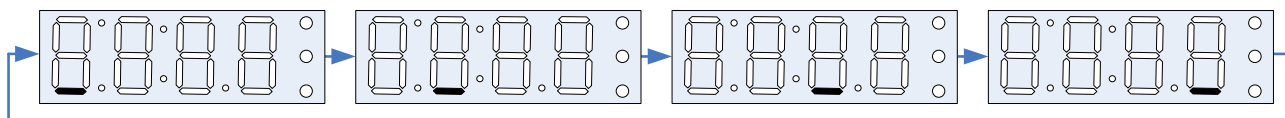

Рис. 16
2.3.6 В режиме «Ожидания СОД» нижние сегменты всех разрядов индикатора поочередно периодически засвечиваются, как показано на Рис. 16.